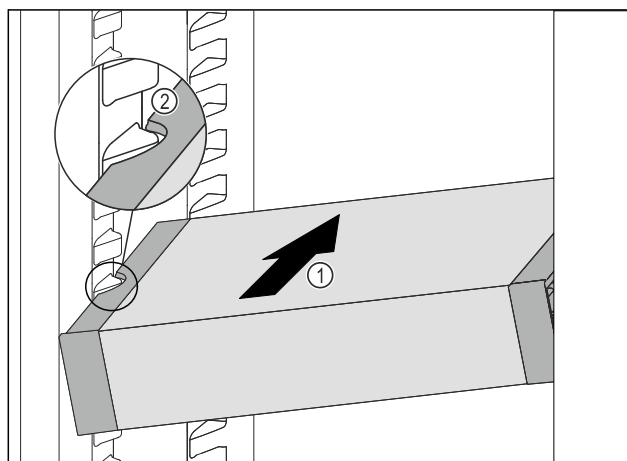

Fig. 129
- Zasuňte VarioSafe do chladničky pod úhlem tak Fig. 129 (1), aby vybrání na bocích Fig. 129 (2) VarioSafe byla na úrovni žebrování na nádoby v chladničce.